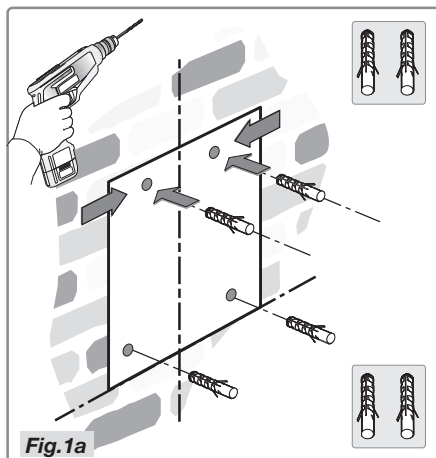

Fig.1a
- Placez la matrice sur le mur et veillez à ce qu'elle s'aligne sur la ligne précédemment dessinée sur le mur. Dessinez la position des trous et percez-les (Fig.1a).